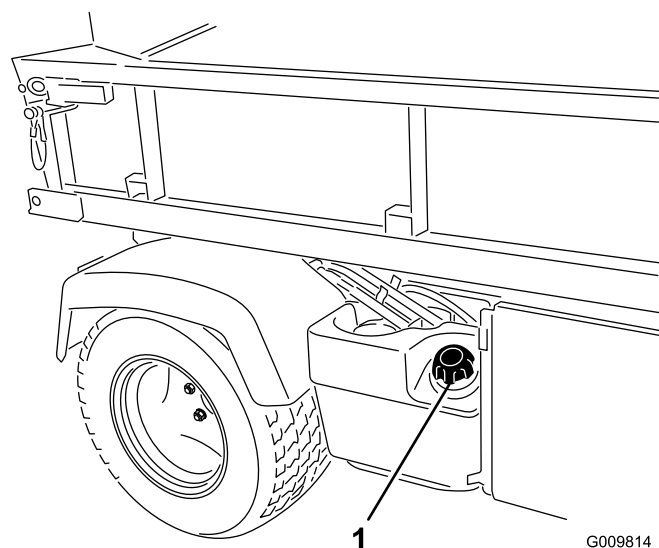

Рисунок 17
2. Снимите крышку топливного бака (Рисунок 17).